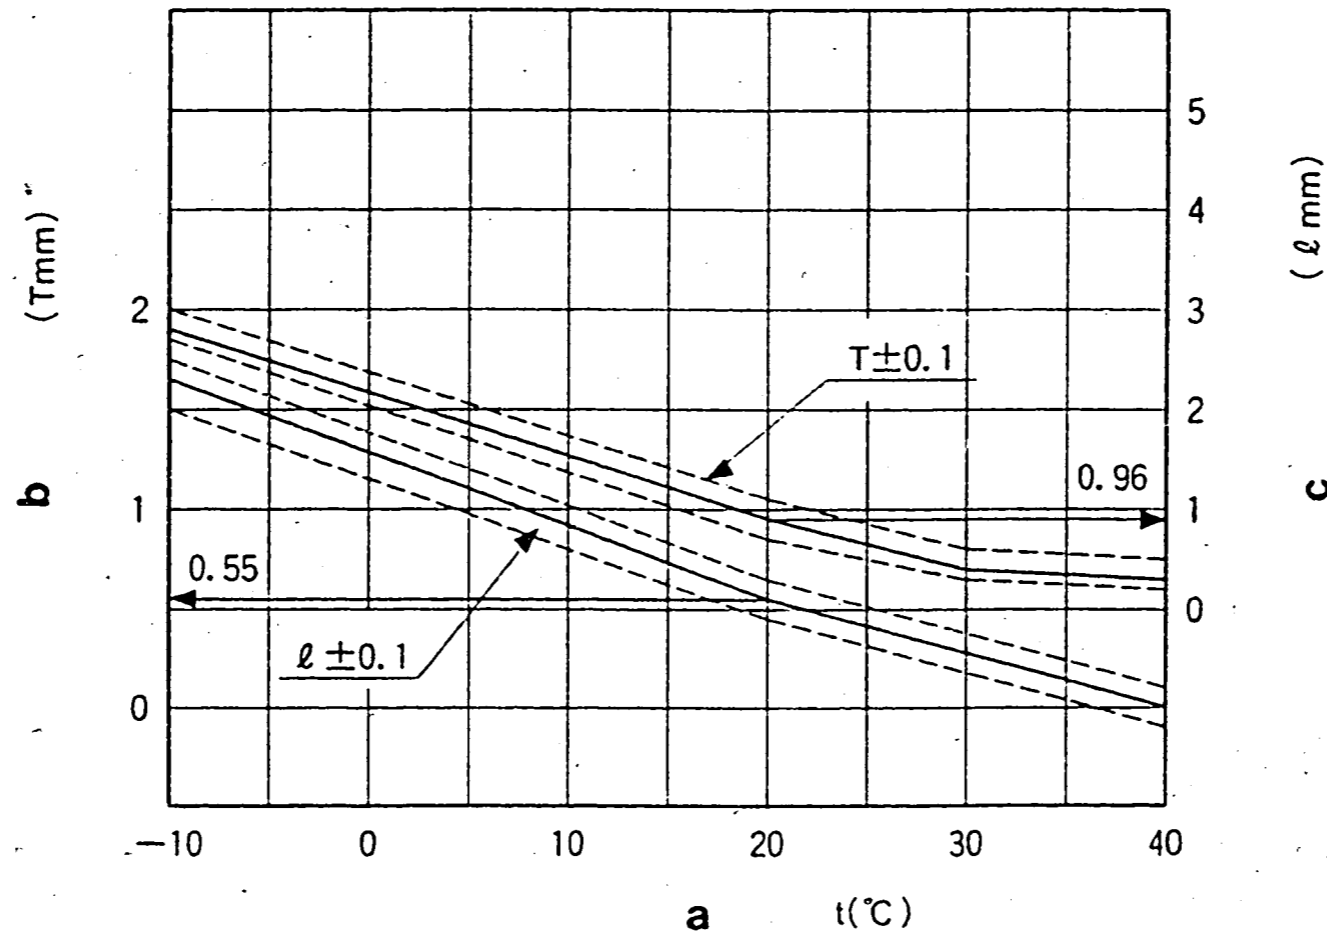

Bild 47
1) Verstellerweg aus Bild 47 (Diagramm) für die Lufttemperatur bei der Einstellung ermitteln.
- 1) Dicke $l \pm 0,05$ mm des erforderlichen Parallelendmaßes (Abb. 47) entsprechend der Lufttemperatur bei der Einstellung entnehmen.